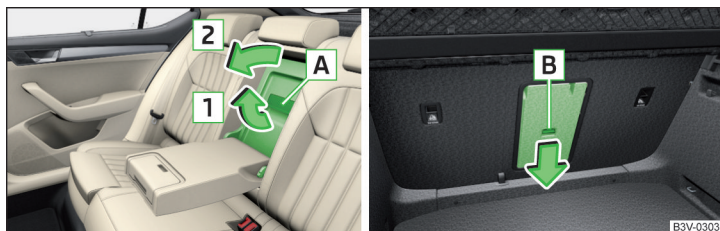

Abb. 125 Deckel öffnen: vom Fahrgastraum aus / vom Gepäckraum aus
- › Am Öffnungshebel **A** » Abb. 125 in Pfeilrichtung **1** bis zum Anschlag ziehen. Die Rastnasen am Deckel müssen vollständig in den Deckel einfahren und hörbar einrasten.
- › Die Armlehne hinten und den Deckel in der Sitzlehne herunterklappen » Abb. 125 auf Seite 107.